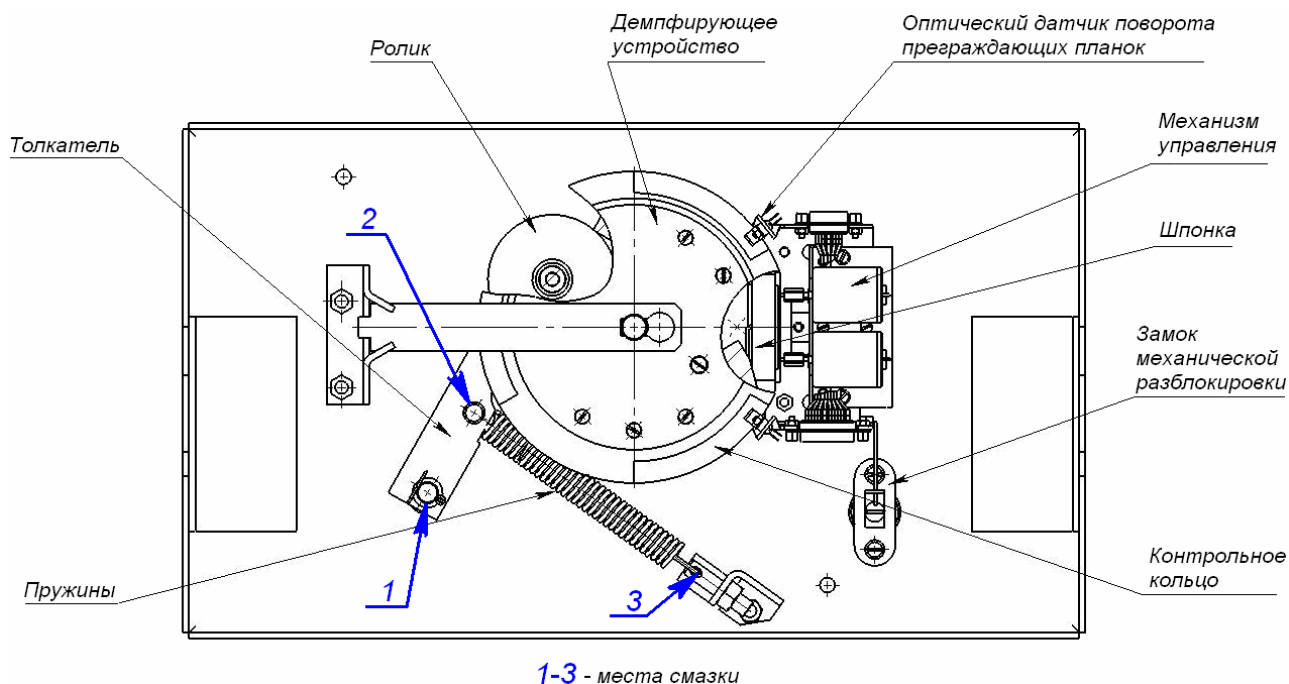

Рисунок 14 Расположение внутренних деталей и узлов стойки турникета
Проведите визуальный осмотр устройства доворота (толкателя, пружин и ролика), оптических датчиков поворота преграждающих планок и демпфирующего устройства (см. рисунок 14).
- четыре втулки на устройстве доворота (две – на оси вращения толкателя, две – на оси крепления пружин) и отверстия в деталях крепления пружин (см. рисунок 14);
- механизмы секретности замка механической разблокировки (7) и замка крышки стойки турникета (9) через замочные скважины.